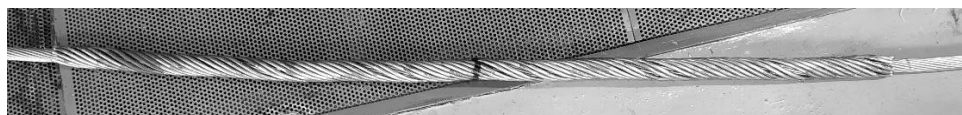

Рис. 6.
10. Монтаж шлейфового соединительного зажима закончен. Общий вид смонтированного шлейфового соединительного зажима на проводе (см. рис. 6).